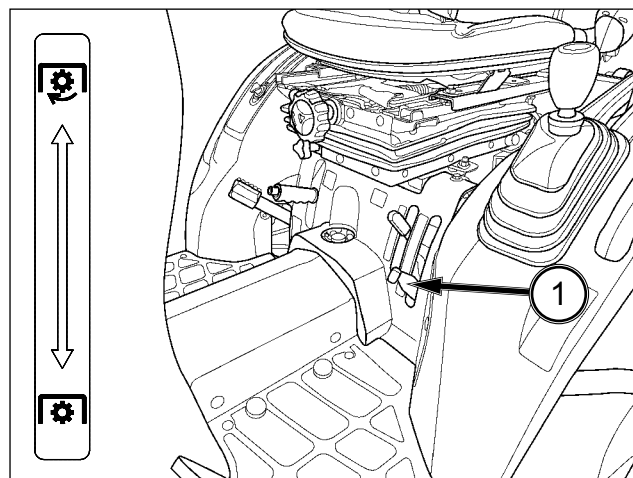

FIG. 62
FIG. 62 : La PDF arrière est enclenchée et désenclenchée à l'aide du levier (1). Lorsque le levier se trouve en bas, la PDF arrière est désenclenchée. Lorsque le levier se trouve en haut, la PDF arrière est enclenchée.